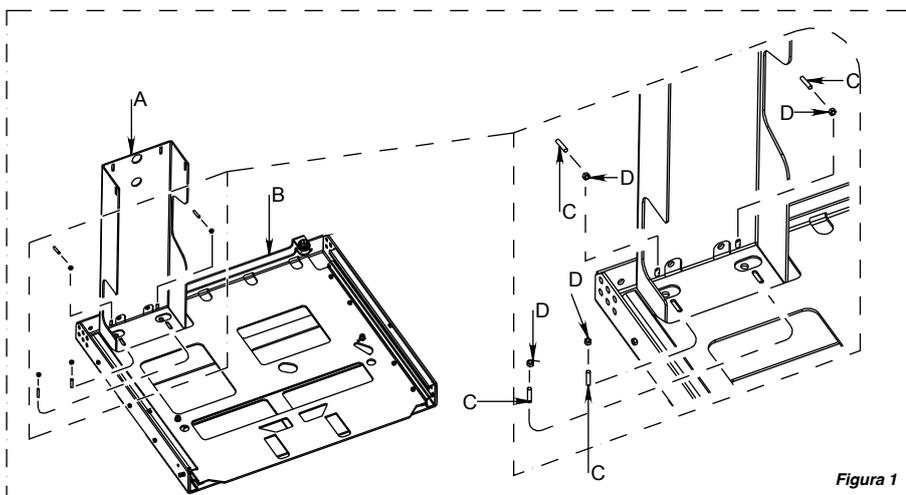

Figura 1
- Assemblare la staffa A sul basamento fisso B attraverso le viti in dotazione C (vite stei m6x20) e D (dado m6) (vedi figura 1).